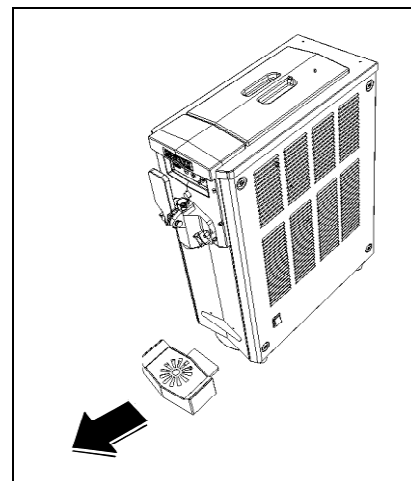

Fig. 25
- Enlever le ramasse gouttes en le tirant légèrement vers l'extérieur (fig.25) et le laver soigneusement à l'eau chaude et liquide vaisselle.